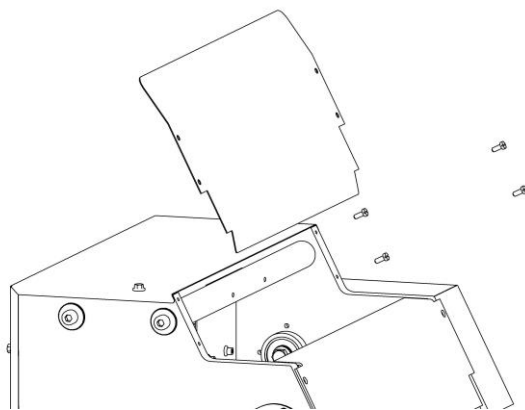

Рис.2
6.3 После установки Машины на рабочее место следует установить на неё подающий склиз (см. рис.2).